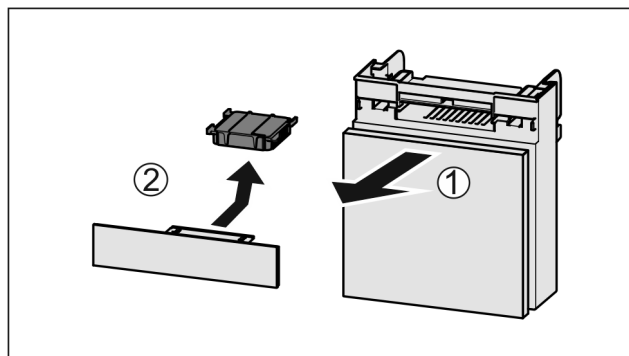

Fig. 132
- Zásuvku vytáhněte dopředu Fig. 132 (1).
- Filtr s aktivním uhlím vyjměte Fig. 132 (2).